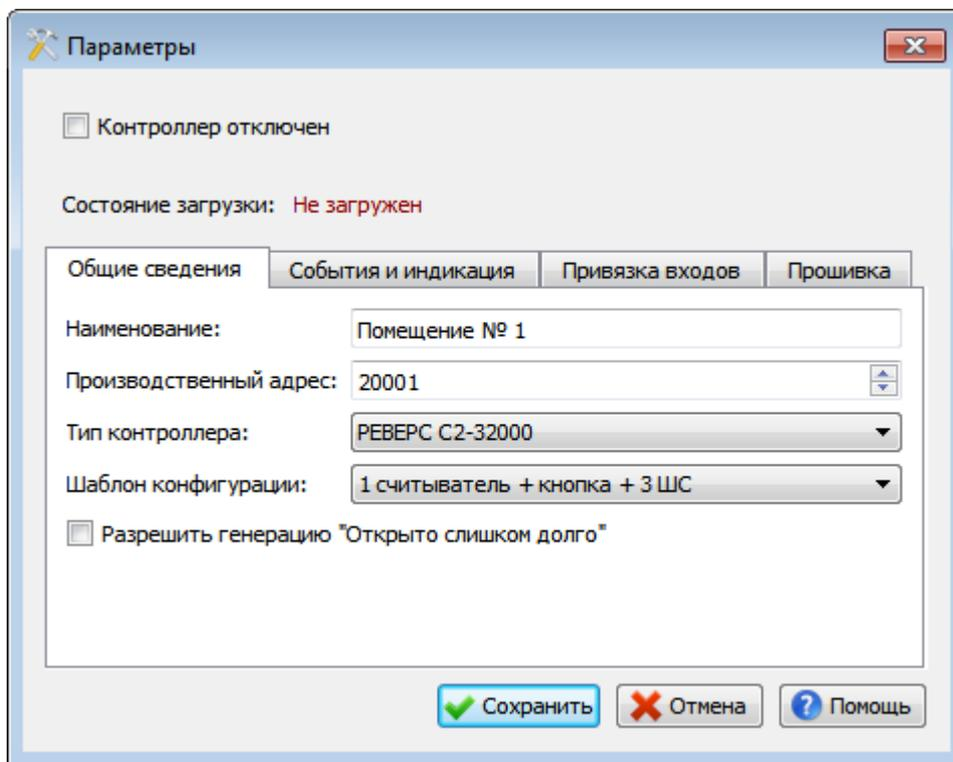

Рис. 46
- Вкладка «Общие сведения» приобретет вид, показанный на Рис. 46.